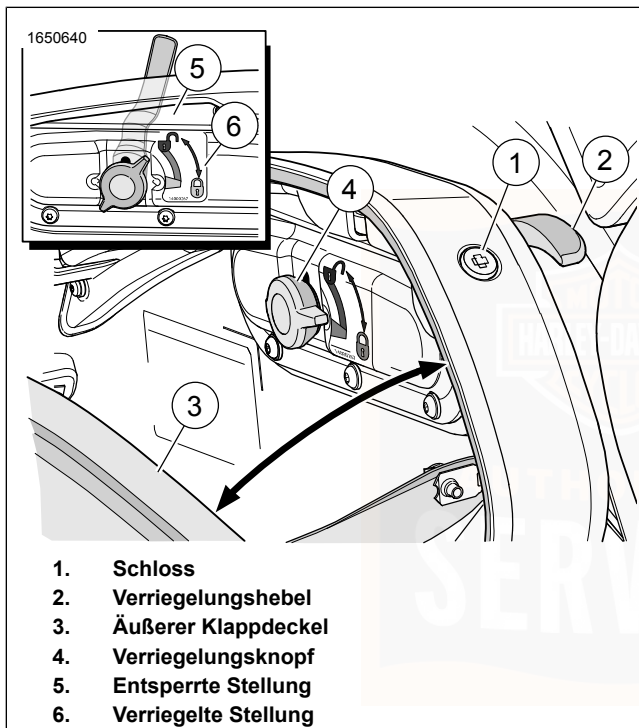

Abbildung 47. Satteltaschen-Verschlussknopf
1. Siehe Abbildung 47. Satteltasche entriegeln.
- a. Den Schlüssel in das Schloss (1) stecken und um eine Viertelumdrehung gegen den Uhrzeigersinn drehen.
2. Verriegelungshebel (2) anheben.
3. Die Satteltasche durch Ziehen des äußeren Klappdeckels (3) vom inneren Klappdeckel öffnen.
1. Siehe Abbildung 47. Die Satteltasche schließen.
- a. Schließen Sie den Klappdeckel, indem Sie den äußeren Klappdeckel (3) anheben.
- b. Bei zugeklapptem Satteltaschendeckel den Hebel (2) absenken.
- a. Den Schlüssel in das Schloss (1) stecken und um eine Viertelumdrehung im Uhrzeigersinn drehen.
1. Siehe Abbildung 47. Öffnen Sie den äußeren Klappdeckel (3) der Satteltasche.
2. Den Verriegelungsstift (4) nach außen ziehen und in die entriegelte Stellung (5) drehen.
3. Den äußeren Klappdeckel der Satteltasche schließen und den Hebel (2) absenken.